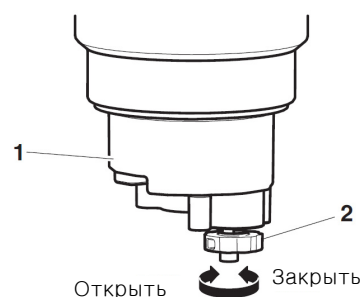

Рис. 23
4. Установить под предварительный топливный фильтр небольшую емкость. Слить воду или осадок, открыв сливной вентиль (2, рис.23) в днище резервуара (1).